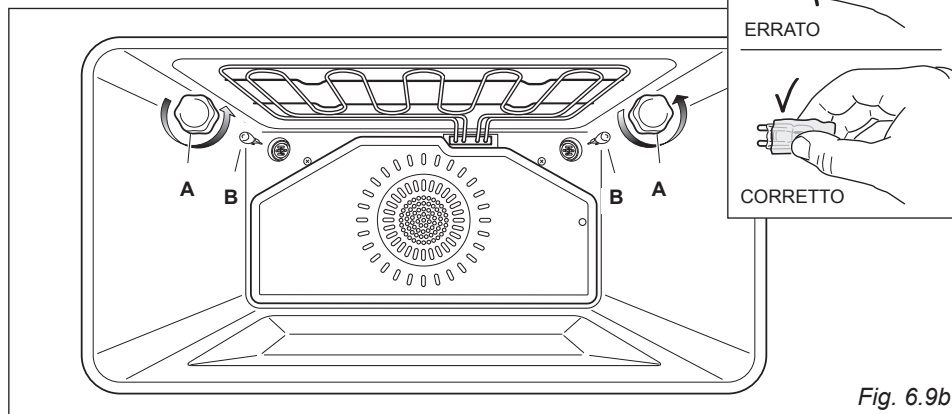

Fig. 6.9b
- Svitare la calotta protettiva "A" (fig. 6.9b).